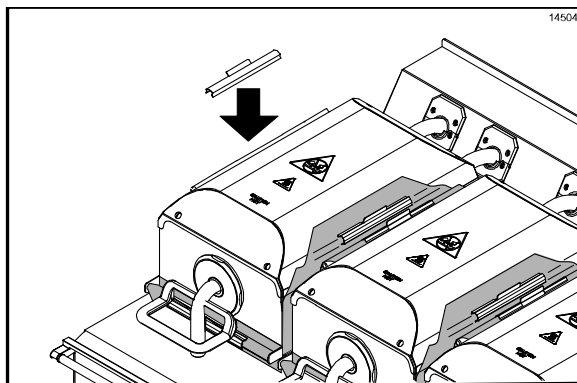

Figure 111
43. Réinstaller les feuilles de protection du côté opposé à ce qui avait été fait précédemment. Fixer les feuilles avec les épingles de verrouillage et les barres (Cf. Figure 111).